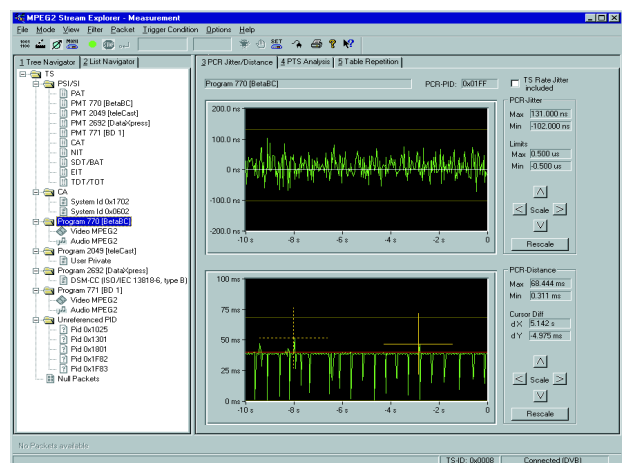

Bild 3 Echtzeitmessung von PCR-Jitter und PCR-Abständen (DVB-Modus)
- PCR-Jitter (Bild 3)
- Abstände der PCR-Werte im Transportstrom (Bild 3)